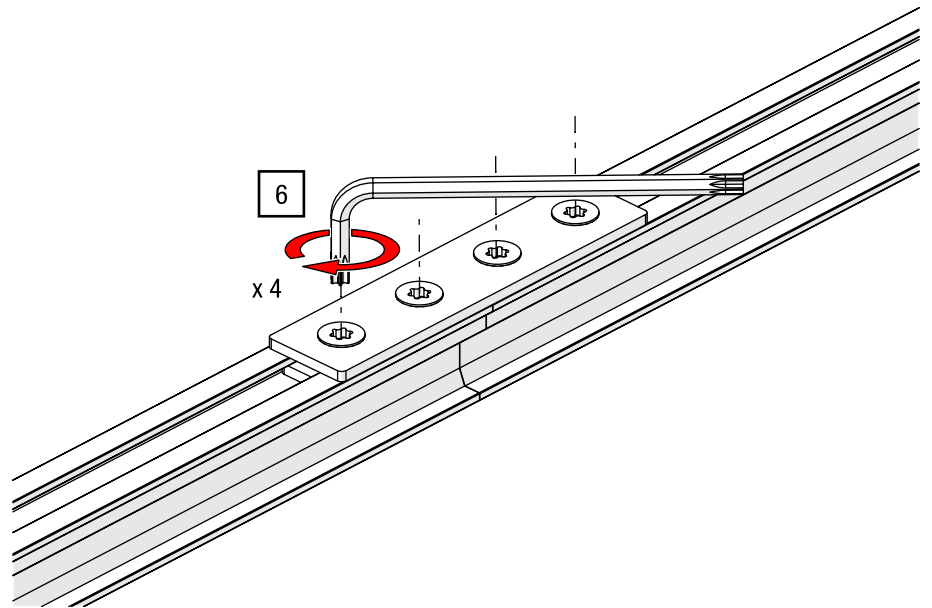

Abb. 47: Schienenverbinder – Senkkopfschrauben anziehen
6. Ziehen Sie die vier M8 Senkkopfschrauben mit einem TORX®-Schlüssel T40 und Drehmoment von 27 Nm von innen nach außen an (siehe Abb. 47).